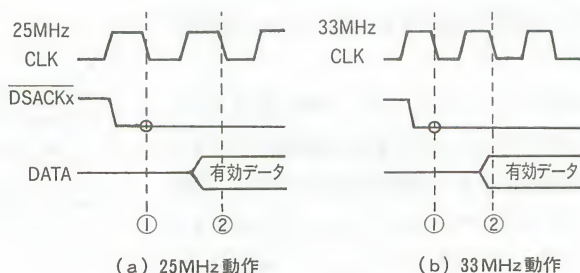

図7.6 DSACKx信号の先出しとメモリの応答速度
ひと言でクロックアップのマージンといってもいろいろありますが、一番効いてくると思われるのはメモリの応答速度でしょう。図7.6.aのように、DSACKx信号はメモリの応答に先立ってアサートされます。これは、前にも説明したように、68030が①のタイミングでDSACKx信号を認識した後、1クロック後の②のタイミングでデータを取り込むからです。ですから、データが出てくるのは、②よりも一定時間\*2前であれば、①より後でもかまわないのです。
では、クロックアップするとどうなるのでしょうか。図7.6.bがクロックアップした状況です。①からどれくらい遅れてデータが出てくるかはメモリチップの応答速度で決まりますので変わりませんが、1クロックあたりの周期が短くなるので、結果的にデータが整ってから②までの間隔が詰まってきます。そして、この間隔がセットアップタイムを満たせなくなる\*3と、データを取りこぼします。
結局、これがクロックアップの限界となります。なお、ウェイトを入れて、図7.6.bの②ではなく、次のクロックの立ち上がりタイミングでデータを取るようにすれば余裕を持ってアクセスすることがができます。これが、「VRAMゴミ問題」の対処といっしょに新版GALに盛り込んだウェイト挿入の機能\*4です。68040は変換回路を経由して応答を返すようにしているので、このような対処が容易にできるのです。68030の応答も変換回路を経由するようになっていれば対処可能ですが、040turboは残念ながら、そうなっていません。\*5